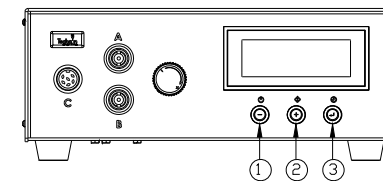

图 9.0
5.5 循环计数器 (参见图 9.0)
1. 按住“设置”按钮 (3) 持续 2 秒钟以进入设置屏幕。
2. 同时按住“设置”按钮 (3) 和“模式”按钮 (2) 以清除计数器。
3. 按住“设置”按钮 (3) 持续 2 秒钟以退出设置屏幕。
5.6 更改压力单位显示 (参见图 9.0)
3. 同时按“设置”按钮 (3) 和 (+) 按钮, 将单位显示改为“bar”(巴)。重复此步骤将单位显示改回“psi”。
4. 按住“设置”按钮 (3) 持续 2 秒钟以退出设置屏幕。
5.7 低压设置 (参见图 9.0)